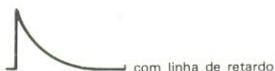

figura 6 – O retardo do sinal, em osciloscópios analógicos de armazenagem, assegura a exibição do ponto de disparo.
– *Disparo*: recurso importante de todo osciloscópio, ele permite que o traço permaneça imóvel na tela, possibilitando observações ou medições precisas. Nos aparelhos do tipo analógico, os detalhes que ocorrem antes do momento do disparo só podem ser observados se o osciloscópio dispuser de varredura vertical com retardo (veja a figura 6). Nos digitais, por outro lado, as porções do sinal anteriores ao disparo são exibidas normalmente.